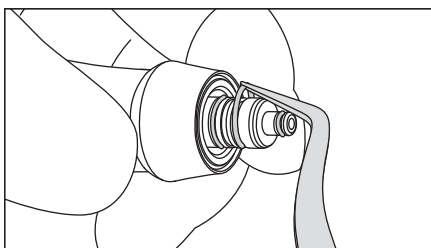

Fig.12
- Em caso de adesão de pó à seção do O-ring, remova os O-rings e limpe cuidadosamente os O-rings e os canais. (Fig. 12)